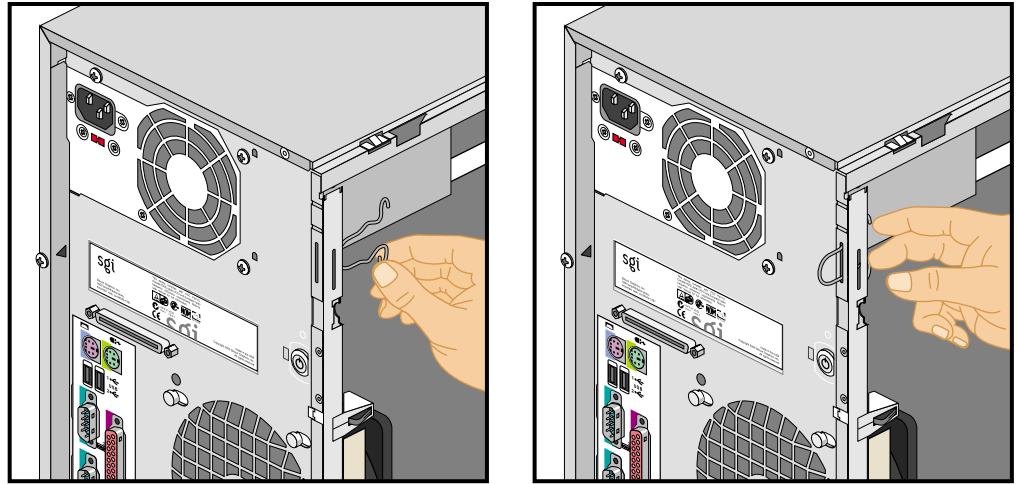

图 2-29 将锁定环安装到功能插槽中
5. 将锁定环的环圈部分置入机架内的插槽并向前推锁定环，直至其准确就位。该过程说明如图 2-29 所示。